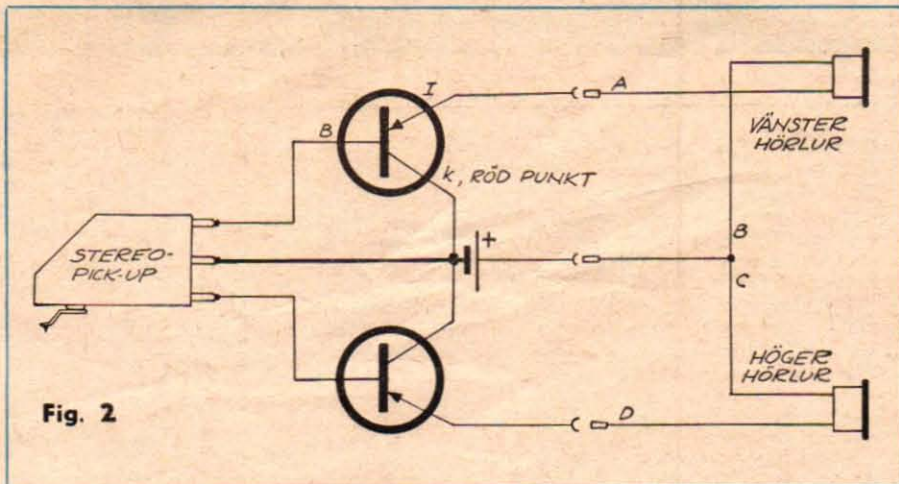
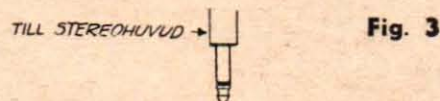

Fig. 2
Fig. 3
lertid rätt dyra och för att få högre ljudstyrka med vanliga hörlurar kan man använda sig av en mycket enkel tvåkanals transistorförstärkare enligt fig. 2. Hörlurarna är kopplade på samma sätt som i fig. 1 men här har som synes omkopplaren uteslutits. Transistorerna kan vara snart sagt vilka som helst, t. ex. OC70, men båda måste dock vara av samma sort.
En sak man måste se upp med under experimentarbetet med stereoåtergivningen är att rätt kanal kommer till rätt öra, dvs. den kanal som är avsedd för höger öra skall också matas till höger öra, och att de båda hörlurarna matas i fas, dvs. membranerna skall följäs åt så att när det ena membranet svänger utåt skall också det andra svänga utåt. Att rätt kanal kommer till rätt öra är enkelt att kontrollera genom att skifta ledningarna A och D i fig. 2. För att få de båda membranerna i rätt fas skiftas ledningarna A och B eller C och D. Dessa experiment kan göras medan man avlyssnar och tills man får en markant stereoeffekt.
Transistorförstärkaren kan givetvis förbättras genom att man kopplar transistorerna effektivare med motstånd och kondensatorer, men för rent experiment räcker den koppling som fig. 2 visar.
Praktiskt kan förstärkaren byggas in i en tvålask på så enkelt sätt som fig. 3 visar. T. v. anslutningen från pickupen som i regel har trestiftsanslutning. En lämplig stereo-pickup som kan användas för vidare utbyggnad kommer att beskrivas mer ingående i ett senare nummer av TFA.
Stereohuvudena måste anslutas till var sin förstärkare och i enklaste fall kan man använda den ordinarie bandspelarens förstärkare för ena kanalen och en radioapparat eller grammfonförstärkare för den andra kanalen. Fig. 2 visar överst (1) ett sådant förslag. Då måste bandspelarens ordinarie tonhuvud förses med en kopplingsanordning, som gör att detta på ett enkelt sätt kan ersättas med stereohuvudets ena kanal. I fig. 3 är ett förslag där "täckhuv" över tonhuvudet förses med en kortslutande telefonjack. När en telefonpropp sticks ned i jacken öppnas kretsen så att ett yttre tonhuvud (till vilket proppen är kopplad) kan anslutas.
I stället för att ansluta stereohuvudets andra kanal till en radio eller liknande kan man givetvis ansluta den till en lågfrekvensförstärkare och man kan i så fall räkna med bättre kvalitet, i varje fall på den kanalen. Detta förslag framgår av 2 i fig. 2. Slutligen visas det förslag, vilket ger den absolut bästa kvaliteten (3).